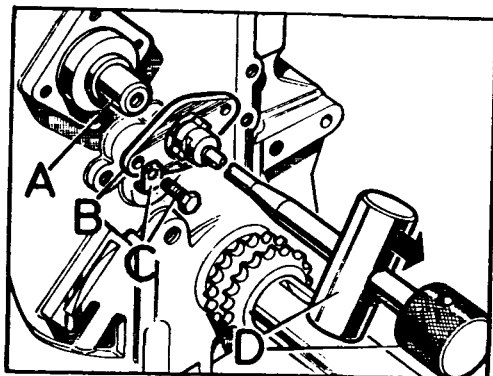
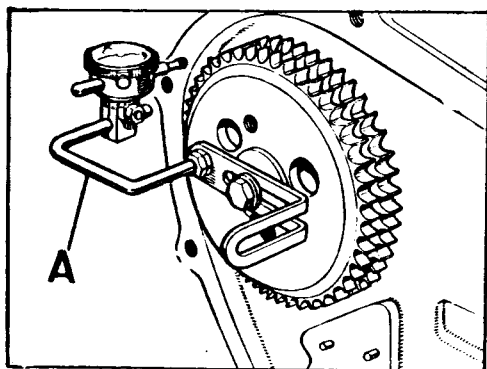

Fig. A1-114 Desmontaje del árbol de levas
Fig. A1-118 Comprobación del juego longitudinal del árbol de levas
- 1.6. Desmontar los tornillos y frenos, C (Fig. A1-114) y extraer la placa, B.
- 1.7. Extraer el árbol de levas, A (Fig. A1-114) haciendo uso del útil, D, para mantenerlo centrado en el proceso de extracción, evitando así la posibilidad de golpear los casquillos de dicho árbol.
- 2.7. Una vez montado el engranaje del árbol de levas, instalar un comparador A (Fig. A1-118) y comprobar que el juego longitudinal está comprendido de 0,076 a 0,176 mm. De no ser así, corregir sustituyendo las placas, B (Fig. A1-114) por otra de mayor o menor espesor.